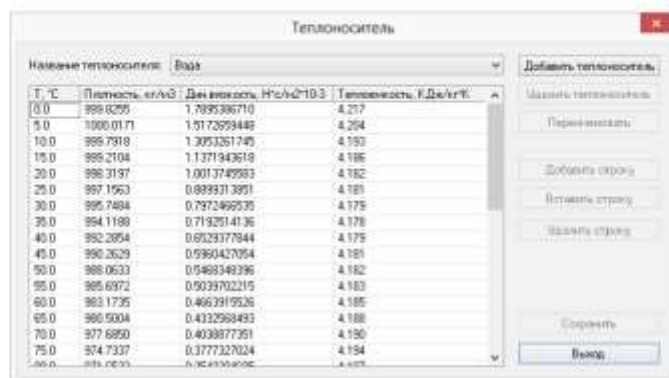

Рисунок 20.22. Окно справочника по теплоносителям
5. Нажать кнопку **Редактировать**. Откроется окно справочника по теплоносителям, показанное на Рисунок 20.22, «Окно справочника по теплоносителям».